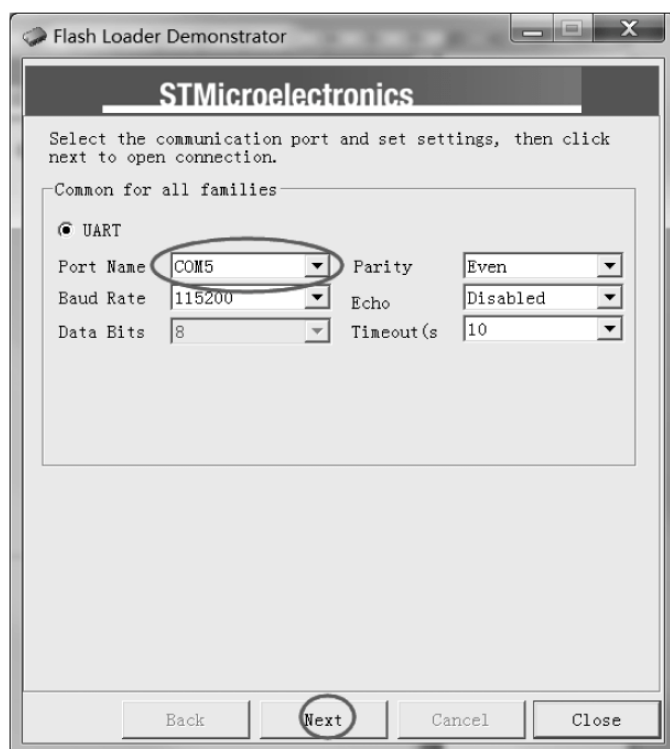

图 5.29 确认端口号
(2) 将开发板上启动选择开关拨到上面(BOOT0)处,然后按下下载(DOWN)开关,再按一下复位(RST)按键。
(3) 打开 Flash Loader Demo 工具,确认端口号(Port Name),其他保持默认,如图 5.29 所示。然后单击 Next 按钮进入下一步。